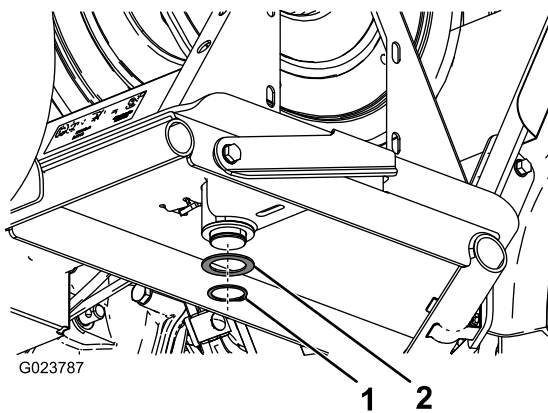

Figura 7
4. Sulla parte inferiore del supporto per avvolgitubo, fissate la rondella di spinta e l'anello elastico sul perno della piastra girevole (Figura 7).